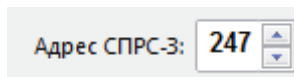

Рисунок 4. Указание modbus-адреса СПРС-3
- счетчиком (spin) «Адрес СПРС-3» выбрать modbus-адрес, по которому программа будет обращаться к СПРС-3 (рисунок 4).